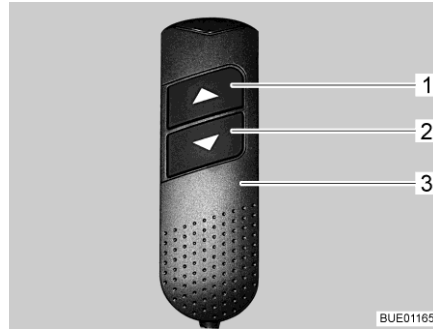

Fig. 110 Unité de commande (lit escamotable)
- Sur la commande (Fig. 110,3), appuyer en même temps sur les deux touches fléchées (Fig. 110,1 et 2) et les maintenir pressées jusqu'à ce que le lit escamotable soit entièrement en bas. Un bip sonore de confirmation est audible une fois que les touches ont été relâchées.
- Sur la commande (Fig. 110,3), appuyer sur la touche fléchée inférieure (Fig. 110,2) et la maintenir pressée jusqu'à ce que le lit escamotable soit descendu en position finale.
- Sur la commande (Fig. 110,3), appuyer sur la touche fléchée supérieure (Fig. 110,1) et la maintenir pressée jusqu'à ce que le lit escamotable soit monté en position finale.
- Déplacer brièvement le lit escamotable avec les touches fléchées (Fig. 110,1 ou 2) dans le sens inverse.